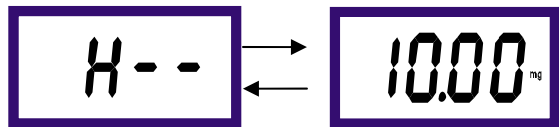

图 7-7
1. 仪表在测量状态时按 \rightarrow 键,仪表的高点控制数值将跳闪,显示如图 7-7 所示: